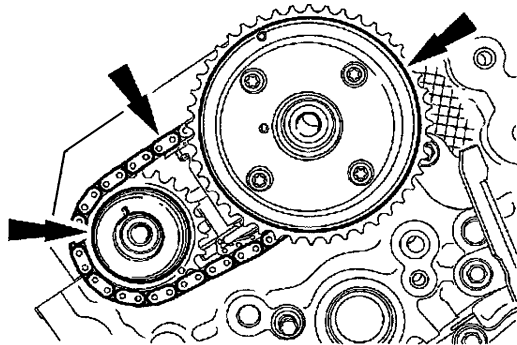

图 15-21 安装右侧次级正时链条
4) 把右侧次级正时链条安装到凸轮轴上, 如图 15-21 所示。